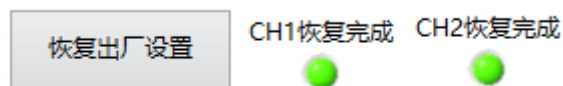

图 5.2.9 芯片恢复出厂设置
- 7、单击“恢复出厂设置”按钮，擦除芯片内部原有角度编程数据。（若芯片为首次编程，可跳过此步骤以简化操作步骤节省编程时间。）擦除完成后“恢复完成”指示灯变为绿灯常亮（图 5.2.9）